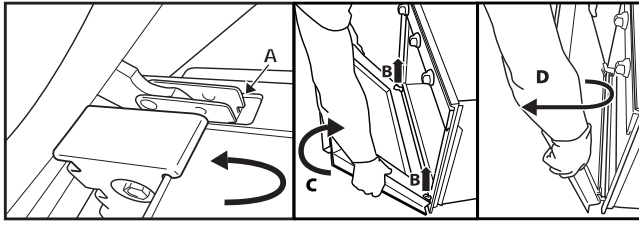

Fig. 2
3. Fermez complètement la porte (A), soulevez-la (B) et faites-la pivoter (C) jusqu'à ce qu'elle se décroche (D) (fig. 2).